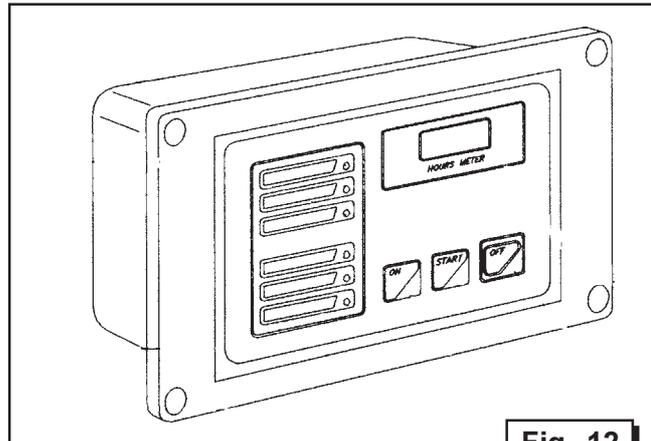

Fig. 12
Sul pannello comandi sono presenti 3 LED di funzionamento (Fig. 12 rif. 5-6-10), 3 LED di allarme (Fig. 12 rif. 7-8-9), un contaore (Fig. 12 rif. 1) ed i pulsanti di avviamento e arresto.
On the control panel are three function LEDs (Fig. 12 Ref. 5-6-10), three alarm LEDs (Fig. 12 Ref. 7-8-9), an hour counter (Fig. 12 Ref. 1) and the start and stop buttons.
Sur le pupitre de commande se trouvent trois 3 LEDs de fonctionnement (Fig. 12 Réf. 5-6-10), 3 LEDs d'alarme (Fig. 12 Réf. 7-8-9), un compte-heure (Fig. 12 Réf. 1) ainsi que les boutons-poussoirs de mise en service et d'arrêt.
An der Bedientafel sitzen 3 Betriebs-LEDs (Abb. 12, Pos. 5-6-10), 3 Alarm-LEDs (Abb. 12, Pos. 7-8-9), ein Stundenzähler (Abb. 12, Pos. 1) und die Taster für Start und Stop.
En el panel de mandos se encuentran presentes tres LEDs de funcionamiento (fig.12 ref.5-6-10), tres LEDs de alarma (fig.12 ref.7-8-9), un contador de horas (fig.12 ref.1) y los pulsadores de arranque y de parada.